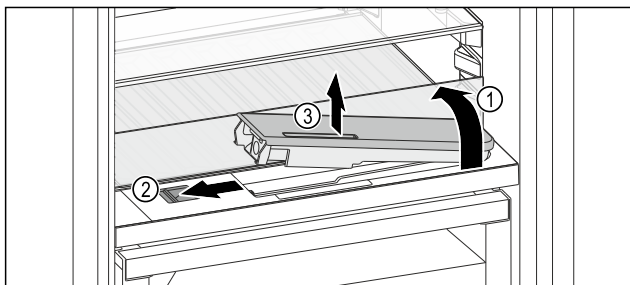

Fig. 172
- Podignite staklenu ploču i otklopite je do graničnika prema natrag Fig. 172 (1).
- Pomaknite Fig. 172 (2) klizač ulijevo.
- Izvadite spremnik za vodu Fig. 172 (3).